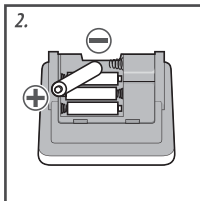

Рис.3
2. Установите четыре элемента питания типа "AA" в отсек. Убедитесь, что полярность соответствует обозначениям (+) и (-), приведенным внутри отсека (рис.3). Элементы питания легко устанавливаются при нажатии концом "-" на пружину.